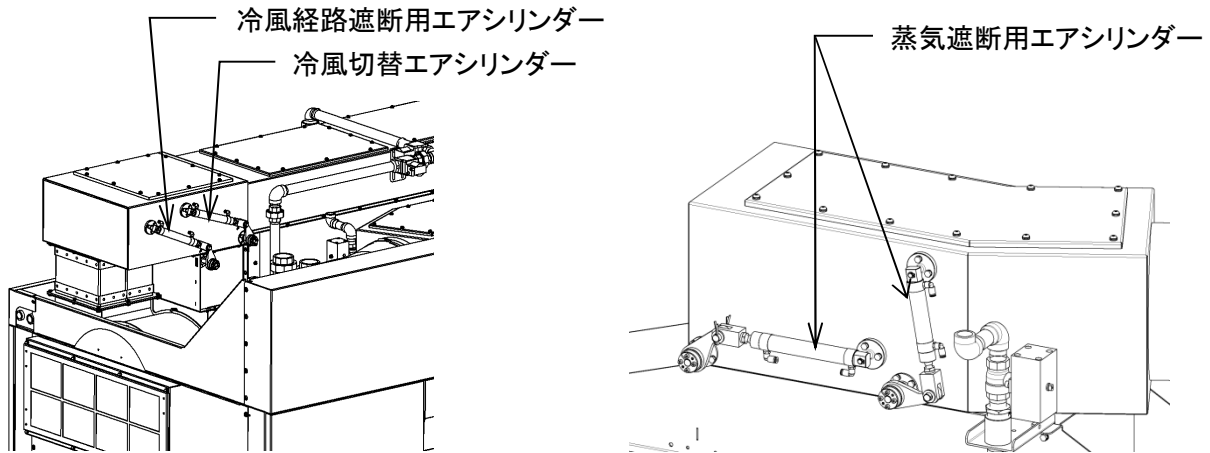

図 8-22
8-3-12 冷風切替弁、経路切替弁用シリンダーの点検(図 8-22 参照)
2) エアシリンダー点検(図 8-22 参照)